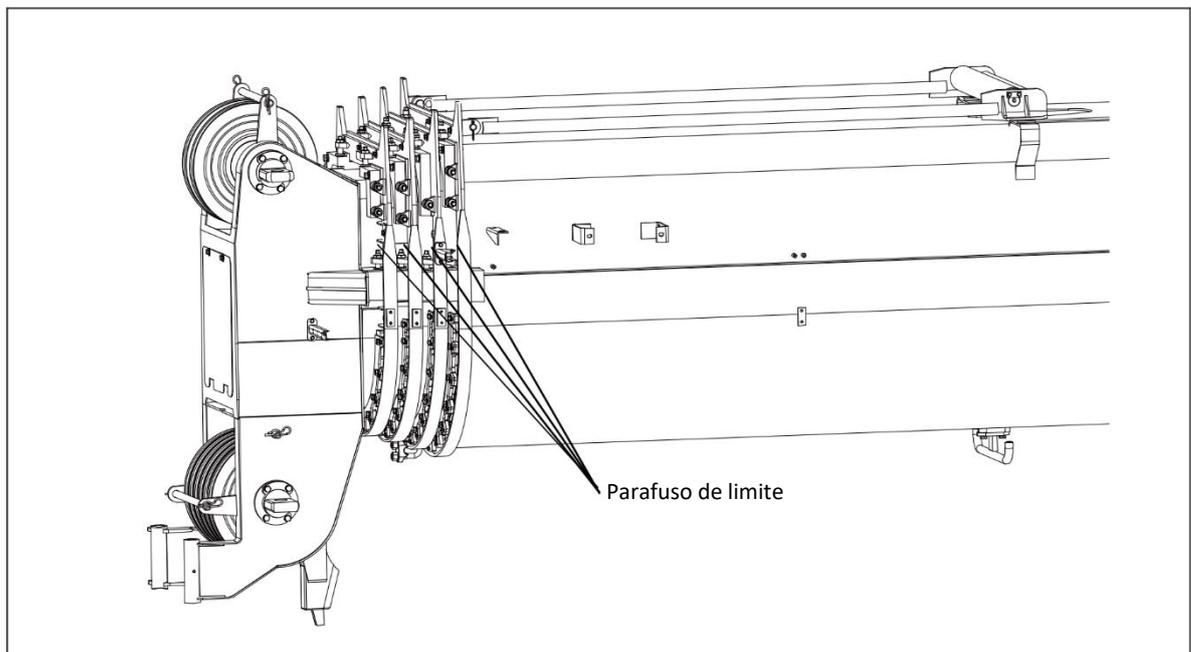

Figura 5-2 Ajuste do parafuso limitador
- e) Ajuste o parafuso limitador no lado esquerdo da cabeça da lança principal (visto da direção de deslocamento) até que a folga entre a superfície da extremidade do parafuso limitador e o bloco do rolamento na cabeça da lança esteja entre 1 – 2 mm. Depois disso, aperte a porca de travamento. Consulte a figura 5-2.